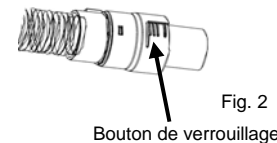

Fig. 2
3. Pour retirer le boyau souple, débranchez le cordon d'alimentation du boyau, appuyez sur les 2 boutons de blocage et retirez le boyau. (Fig. 2)